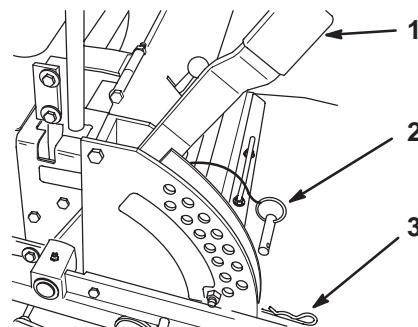

Figure 20
1. Relevez le levier de sélection de hauteur de coupe en position de transport (qui correspond aussi à la hauteur de coupe de 127 mm (5 pouces)) (Fig. 20).
2. Pour changer de hauteur de coupe, retirez la goupille fendue et l'axe de chape du support de hauteur de coupe (Fig. 20).
3. Placez l'axe de chape dans le trou du support correspondant à la hauteur de coupe voulue (Fig. 20).
4. Fixez l'axe de chape avec la goupille fendue (Fig. 20).